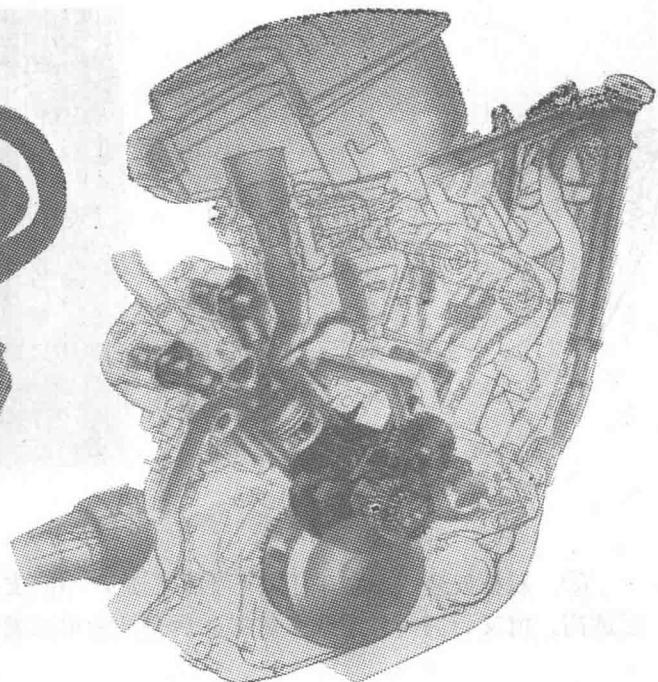

图22 雅马哈
⑪ V型和前倾型发动机上装有下吸式气化器。这种方式提高了混合燃气的流速，因此可提高燃烧效率(图22)。